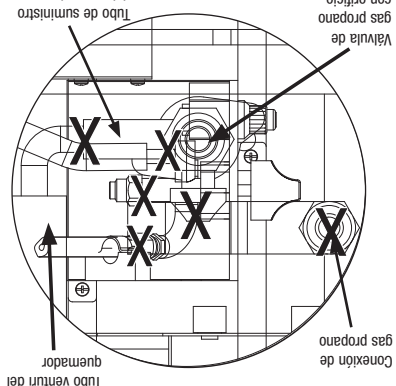

Figura 1
4. Por favor, consulte el diagrama para llevar a cabo correctamente la instalación (Figura 1 y 2).